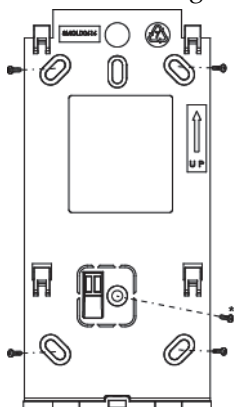

Figura 3
3. Usare i fori della staffa di fissaggio come dima e fissare la staffa a parete usando 4 viti e, una ulteriore, per il blocco del tamper (vedi Figura 3). Separate the mounting bracket from the keypad (see Figure 1).